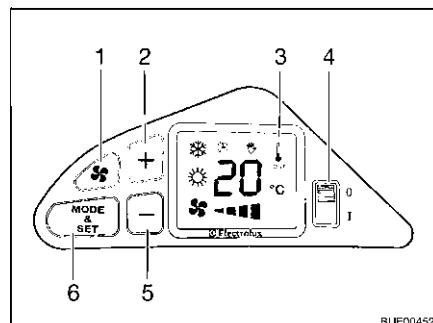

Fig. 125 Elementi di comando
- Posizionare l'interruttore di alimentazione (Fig. 125,4) su "I". Viene indicata la temperatura impostata.
- Impostare la temperatura desiderata con i tasti "+" (Fig. 125,2) e "-" (Fig. 125,5).
- Posizionare l'interruttore di alimentazione (Fig. 125,4) su "0".
- Posizionare l'interruttore di alimentazione (Fig. 125,4) su "I".
- Impostare la velocità dell'aria desiderata con i tasti "x" (Fig. 125,1), "+" (Fig. 125,2) e "-" (Fig. 125,5).
- Premere il tasto "MODE & SET" (Fig. 125,6) finché non appare il simbolo del raffreddamento sul display (Fig. 125,3).
- Premere il tasto "MODE & SET" (Fig. 125,6) finché non appare il simbolo del riscaldamento sul display (Fig. 125,3).